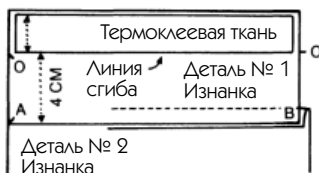

Рис. 524
1. Для начала сравните расположенный напротив рис. 524
2. Учитывая это изменение и то, что будет выполнен только один сгиб (от О до О, рис. 524), подготовьте 4 необходимые детали, обратившись к рис. 479, 480 и 481, т. е. к разделу «Подготовка кантов и мешковины» (с 1-го по 5-й пункты включительно).
1. Деталь 1 была сложена от О до О, как уточнено на рис. 524. Она соединена с частью мешковины, выкроенной из подкладочной ткани (деталь 2).